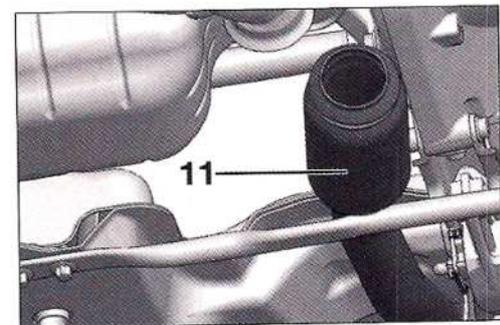

FIG. 8b
- Desmontar las fijaciones (9).
- Separar con precaución el tubo de escape (11) hacia la caja de velocidades (Fig.8b).